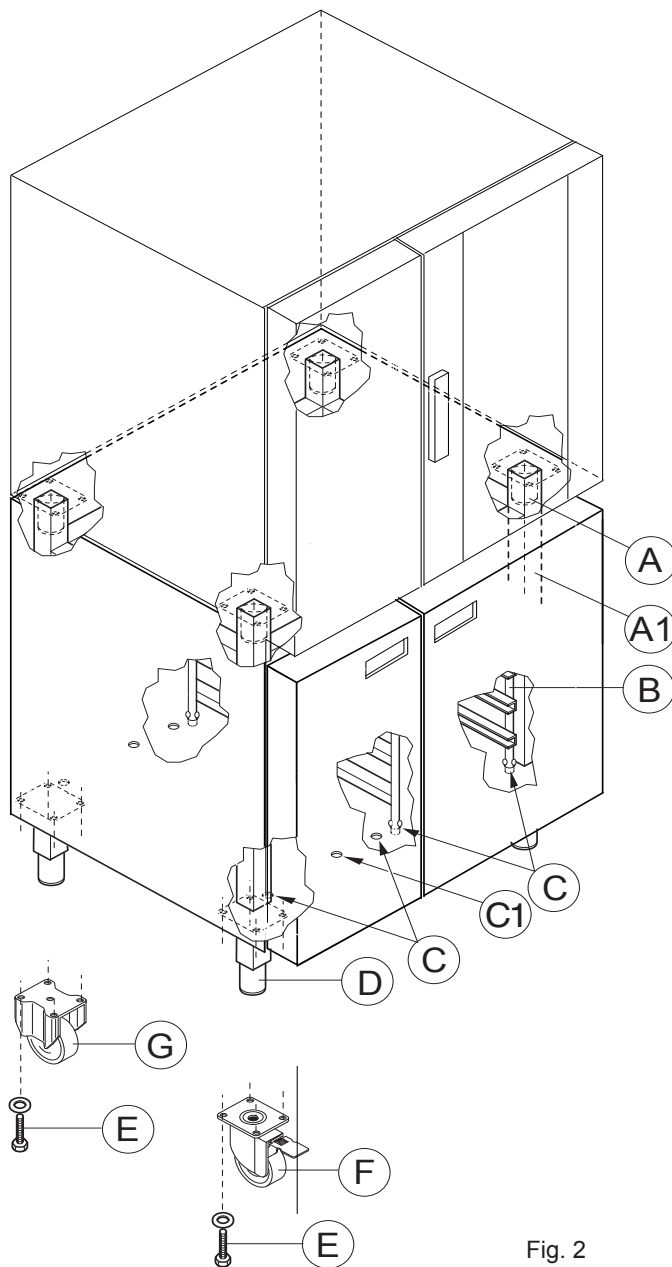

Fig. 2
- Fijar el horno en el soporte, enroscando en las esquinas los tornillos "A"(M5x14), con acceso por el lado posterior, desde el registro debajo de la puerta y el orificio del cuadro de mandos (fig. 2).
(fig. 2)
3.3.2 Guías de soporte de las parrillas (fig. 2) (opcionales)
3.3.3 Kit ruedas (fig. 2) (opcionales)